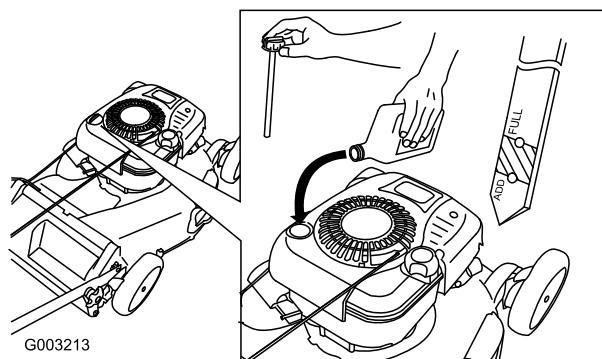

Figura 37
4. Vierta lentamente aceite en el tubo de llenado hasta que el nivel llegue a la marca **Full** (lleno) de la varilla (Figura 37). **No llene demasiado.** (Capacidad máxima: 0,77 l, tipo: SAE 30W, aceite detergente con clasificación de servicio API SF, SG, SH, SJ, SL o superior.)